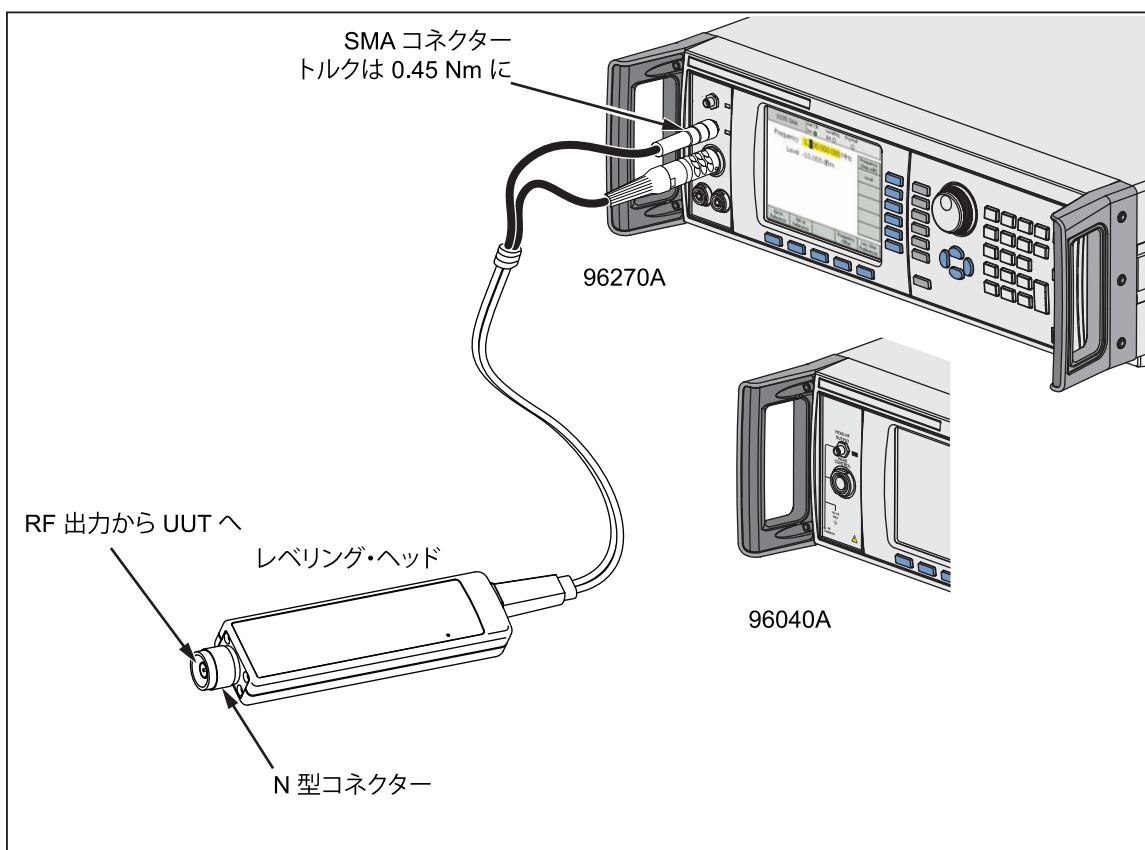

図 3-24. レベリング・ヘッドの接続
2. 図 3-24 を参照して、マルチウェイ・コネクタを機器のレベリング・ヘッド・コントロール・コネクタに接続します。ラッチで固定されるまで、マルチウェイ・コネクタをしっかりと押し込みます。
3. 図 3-24 を参照して、SMA コネクタを機器の [Head RF Output (ヘッド RF 出力)] コネクタに接続します。